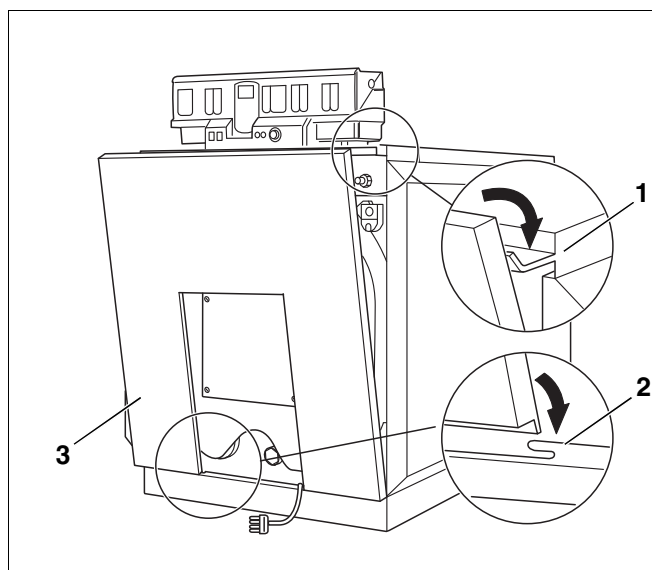

Fig. 41 *Montaggio – Pannello frontale*
- ▶ Agganciare il pannello frontale (fig. 41, [3]) in basso, al centro dello schermo di base (fig. 41, [2]).
- ▶ Agganciare il pannello anteriore in alto, nella piegatura della copertura anteriore (fig. 41, [1]).